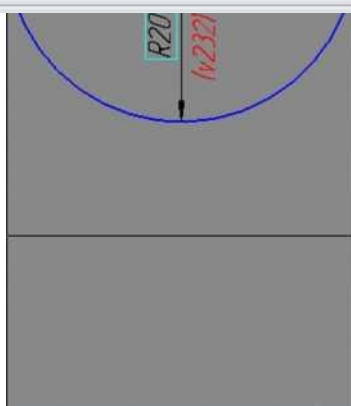

Рисунок 4.
- удаляем отрезки **a**, **б** и между точками **6** и **7** строим новый отрезок, получая окончательный эскиз бобышки, рисунок 4;